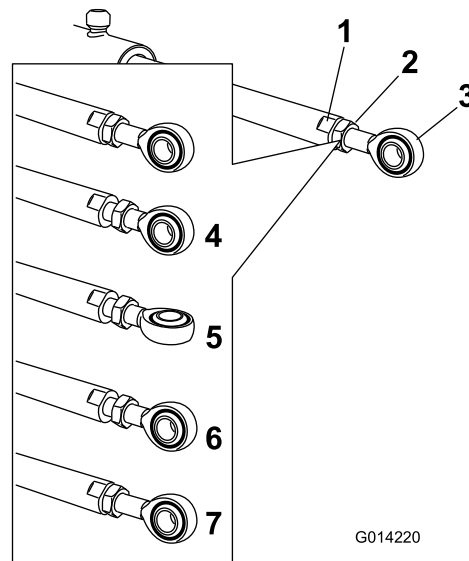

Figura 64
5. Use uma chave nos lados planos da haste do atuador para imobilizá-lo e, em seguida, afrouxe a contraporca para permitir que a haste do ilhó seja ajustada (Figura 64).
6. Gire a haste do ilhó na haste do atuador para encurtar ou alongar o atuador estendido até a posição desejada (Figura 64).